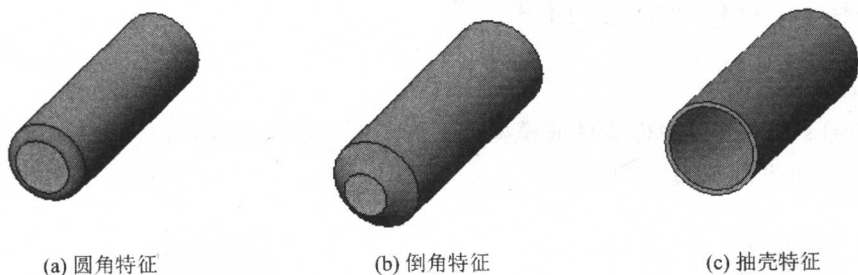

图 1-4 应用特征建模
② 应用特征:直接创建在几何实体模型上的特征。只需选择几何实体模型的边线和面建立的特征,如圆角、倒角和抽壳等,如图 1-4 所示。